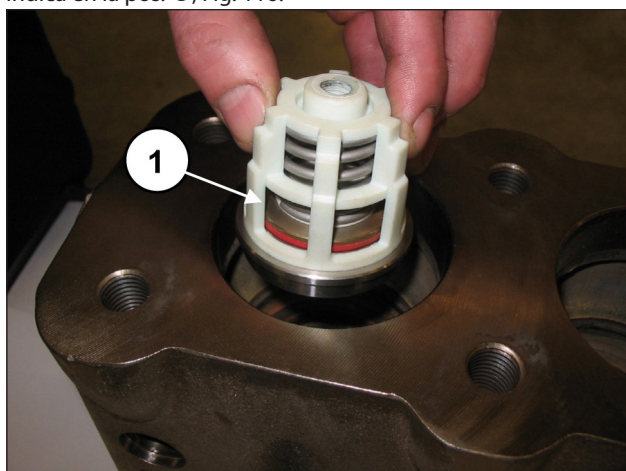
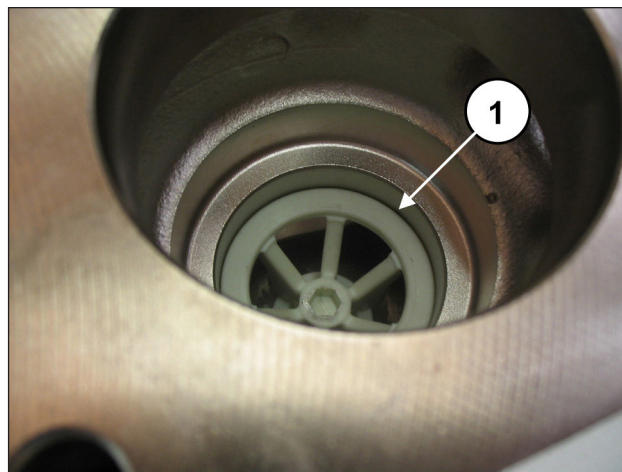

Fig. 115
Fig. 116
Introducir el grupo de la válvula de aspiración (pos. ①, Fig. 115) y, a continuación, el distanciador (pos. ①, Fig. 116).
El grupo de la válvula se ha de introducir a fondo como se indica en la pos. ①, Fig. 116.